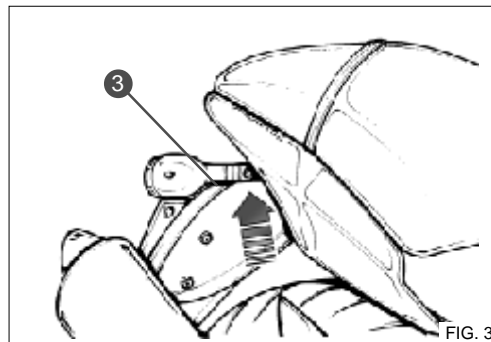

FIG. 3
To replace the tail lamp bulbs, remove the two screws (2) from the lamp glass, and then withdraw the lamp-stop bayonet twin light. For the number plate light, remove and withdraw the rubber bulb holder (3) from the internal side of the rear mudguard (see figure 3).
Pour l'éclaireur de plaque, extraire la douille en caoutchouc (3) par l'intérieur du garde-boue arrière (voir figure 3).
*Zum Auswechseln der hinteren Scheinwerferlampen die beiden Schrauben (2) des Glases losziehen und anschließend die mit Bajonettverschluß versehene Scheinwerfer-/Bremslampe abziehen.
Zum Auswechseln der Nummernschildlampe die Lampenfassung (3) aus Gummi vom Inneren der hinteren Stoßstange herausnehmen (siehe Abbildung 3).*